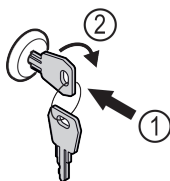

Fig. 143
- ▶ Shtyni çelësin brenda Fig. 143 (1).
- ▶ Rrotulloni çelësin me 90° në drejtimin orar Fig. 143 (2).